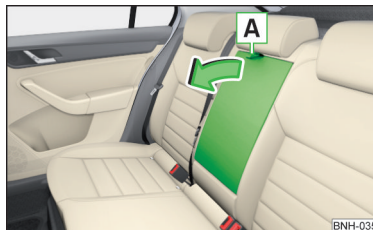

Fig. 58
- Trageți de curelușa **A** și rabatați în față cotiera, în sensul săgeții » fig. 58.